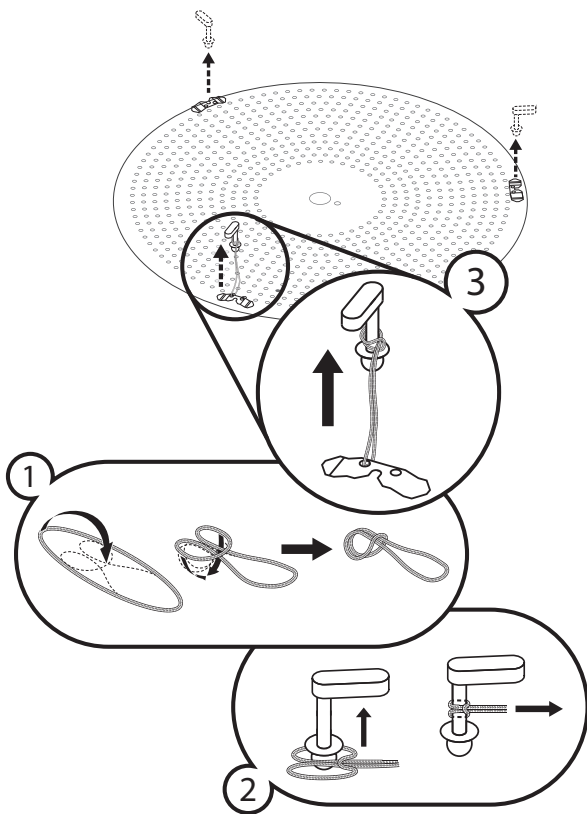

Bild 1. Donets frontplåt säkras med bifogad säkerhetslina genom en enkel ögla i ett av donets avståndsben.
- För extra säkerhet levereras produkten ett säkerhetssnöre fastsatt i frontplåten. Vid montage säkras snöret med en enkel ögla i ett av avståndsbena enligt **bild 1**.